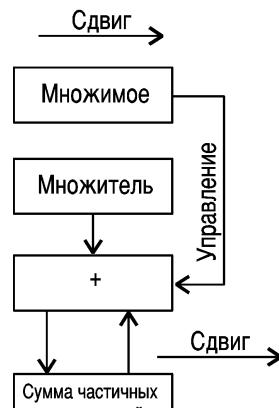

рис. 25
Программа умножения беззнаковых чисел в упрощенном виде дана в РА 4/2000. Ниже приведен ее полный вид. В регистре (C) располагается множитель, в регистре (E) – множимое, произведение заносится в регистровую пару (H,L). Графическая структура алгоритма вычислений показана на **рис.25**.